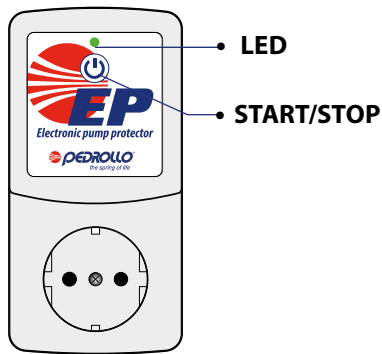

Fig. 1
- Faire fonctionner l'électropompe avec le point de refoulement ouvert (**Fig.1**).